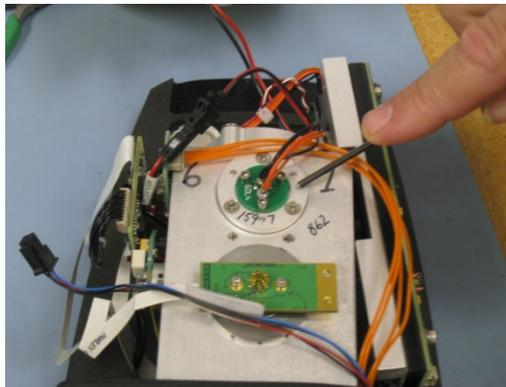

图 29. 干涉仪框架中的光源组件。
- 6 识别光源组件。光源位于干涉仪架的顶部。它由三颗十字螺丝固定（见图 29）。使用适当的十字螺丝刀拧下所有三个螺丝。